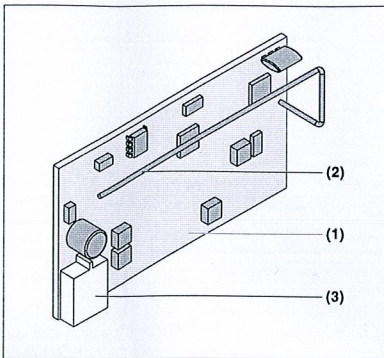

Fig. 1
2.1 Empfänger BDF140-1 (Fig. 1)